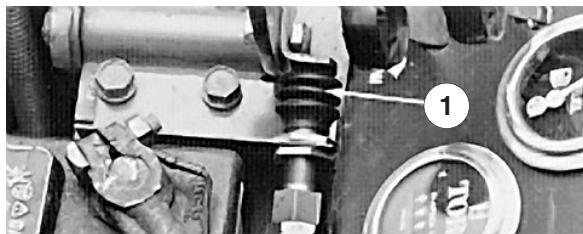

Figure 38
3. Enlevez la gaine du côté du bouton de la prise de force (Fig. 38) et mettez-la de côté en vue de la remise en place. Séparez les connecteurs des fils du contacteur.